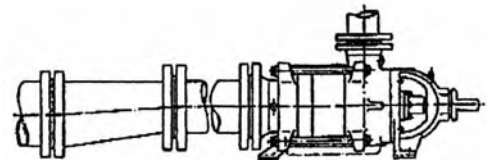

Рис.5 Подключение эксцентрических переходников
Неодинаковые условные проходы штуцеров и всасывающего трубопровода уравнивать эксцентричными переходниками (Рис. 5).
7.1 Избегать сопротивления в всасывающем трубопроводе. Не нарушать течение различной арматурой (фильтры, шиберы, итд.) или изменениями в поперечном сечении перед входом в насос. Обязательно необходима успокоительная линия в соответствии с условным проходом насосного соединительного фланца, длиной в 20 x диаметр отверстия (Рис.5).